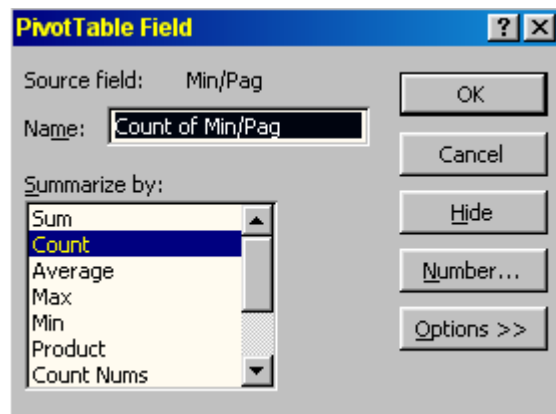

Figura 5-11
5. Repetir o arrasto do botão do campo 'Min/Pag' para a área 'Data' (dados); o Microsoft Excel cria a tabela dinâmica; dar um duplo clique sobre o botão 'Sum of Min/Pag' da área de dados e trocar o método de cálculo de 'Sum' (soma) para 'Count' (contagem) no quadro de diálogo 'PivotTable Field' (campo da tabela dinâmica) (figura 5-11); pressionar o botão OK; a tabela fica com o formato da Figura 5-12.